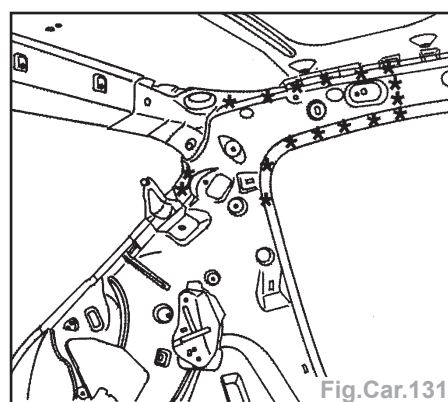

Fig.Car.131
- Découper par fraisage des points (Fig.Car.131, 132, 133 et 134).